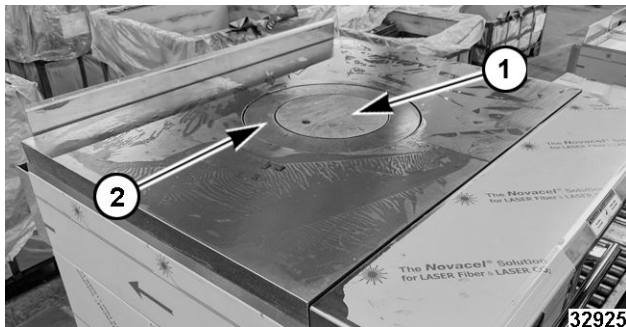

Fig. 74
3. Remove burner top plate (1, Fig. 74).
4. Remove burner head 2, Fig. 74).